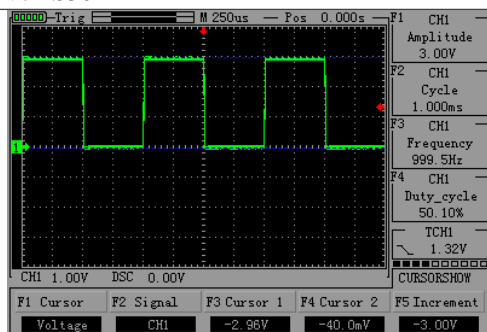

Рисунок 2-14
- Кнопками "▼", "▲", "▶", "◀" отрегулируйте положение курсора, см. рис. 2-14 и 2-15.